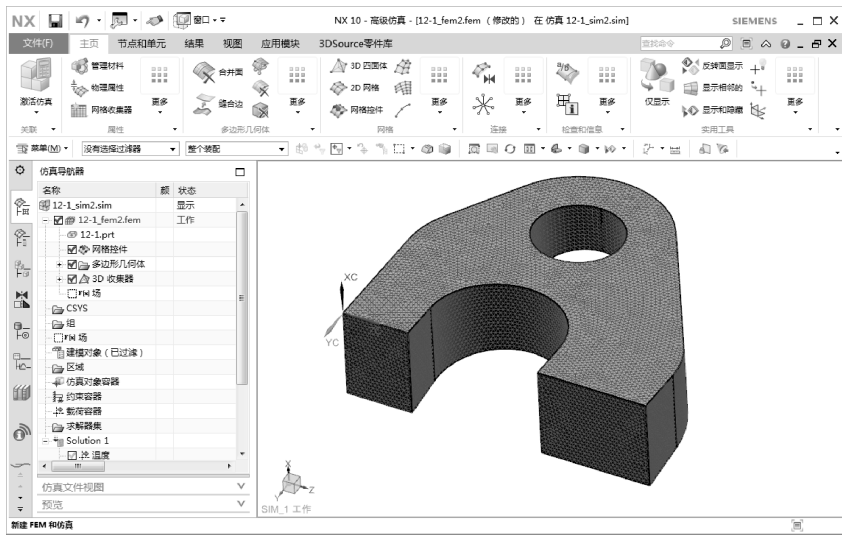

图 9-18 UG 高级仿真的网格划分界面
- 07 在【解算方案】对话框中设置解算方案类型,求解器和分析类型可以在此对话框中进行重新选择。单击【确定】按钮,进入到高级仿真分析环境的网格划分界面。在此界面中进行网格划分,如图 9-18 所示。